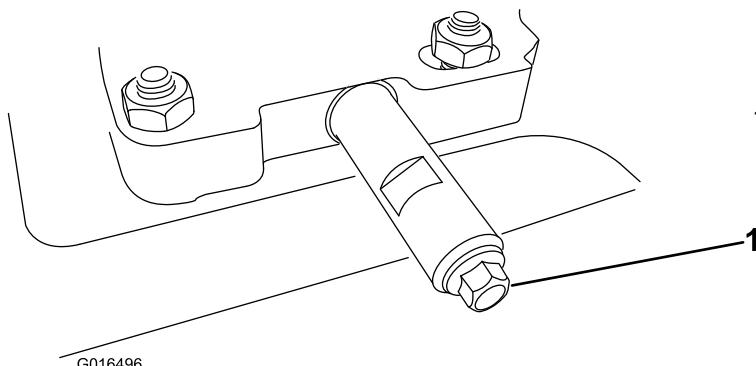

Figura 32
- Limpie la zona alrededor del tapón de vaciado del aceite (Figura 32).